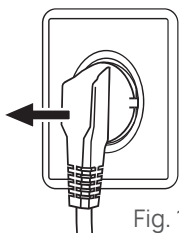

Fig. 14
1. Desenchufe el aparato (FIG. 14).
1. Apague y desenchufe la máquina del tomacorriente (fig. 14).